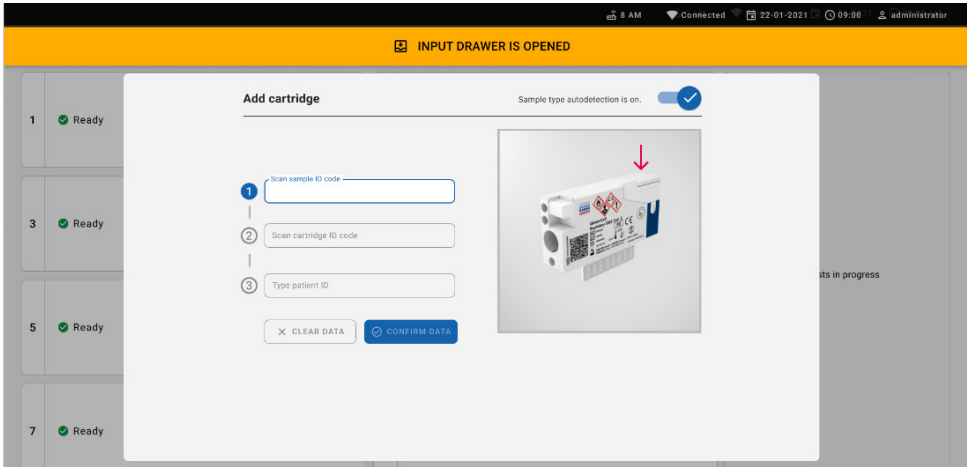

Figura 56. Schermata Scan sample ID (Scansiona ID campione).
7. Viene visualizzata la finestra di dialogo **Add cartridge** (Aggiungi cartuccia) e viene attivato lo scanner nella parte anteriore. Effettuare la scansione del codice a barre ID del campione applicato sulla parte superiore della QIAstat-Dx Respiratory SARS-CoV-2 Panel Cartridge nella parte anteriore dello strumento (posizione indicata dalla freccia) (Figura 56).